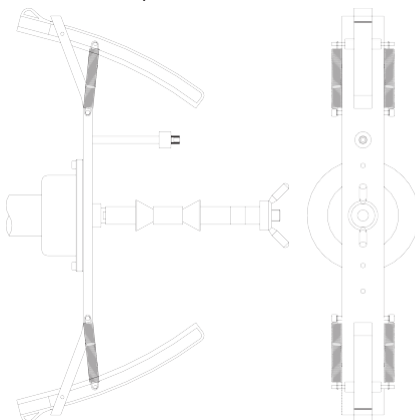

Figura F4.3 Aplicación del peso muestra por el lado externo de la brida para motocicletas (Fase Cal3)
10. Al cabo del lanzamiento, la máquina visualizará escrito **CAL h12**. Aplique el peso de la calibración por el lado externo, tal como se muestra en la figura F4.3. El peso de la calibración ha de aplicarse en el agujero en el que está escrito "CAL" impreso en éste.
parte superior, tal como se muestra en la figura F4.3 y pulse the [P8]